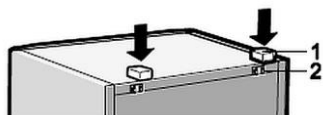

Рис. 2
5. Выньте две распорки (1) из пакета (входит в комплект поставки).
6. Поместите распорки (1) в направляющие (2) в верхней части задней стенки (рис. 2).